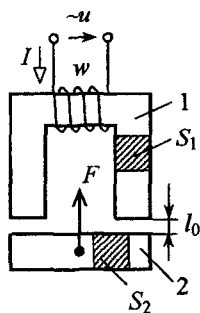

Рис. 2.18
**Задача 2.21.** Сердечник 1 и якорь 2 электромагнита (рис. 2.18) выполнены из электротехнической стали и имеют размеры:  $S_1 = S_2 = 2 \text{ см}^2$ ;  $l_0 = 2 \text{ мм}$ .